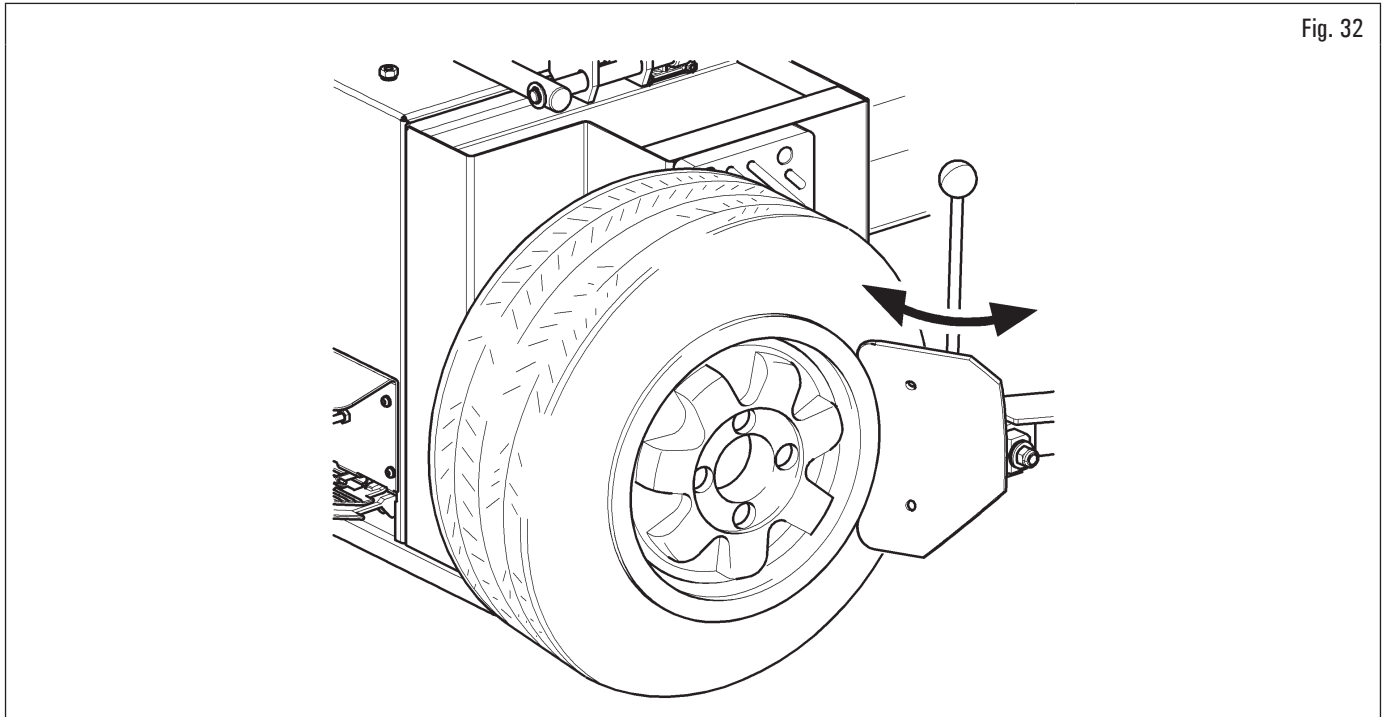

Fig. 32
1. posizionare la ruota come indicato in Fig. 32 ed avvicinare la paletta stallonatore al bordo del cerchio;